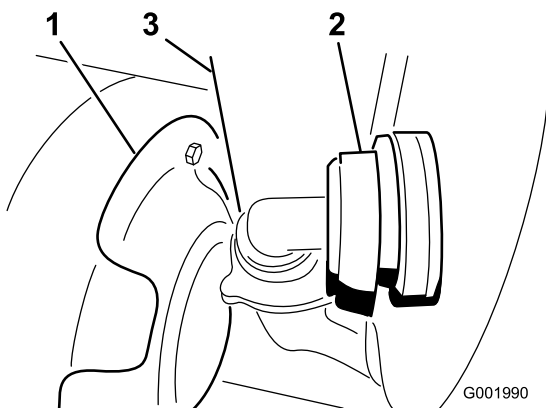

Figura 55
3. Retire a tubagem localizada em baixo na parte da frente do depósito (Figura 55).
Nota: Pode ser necessário fazer recuar a protecção contra o calor (Figura 55) quando retirar a tampa.
7. Ligue a tubagem na parte da frente do depósito (Figura 55).